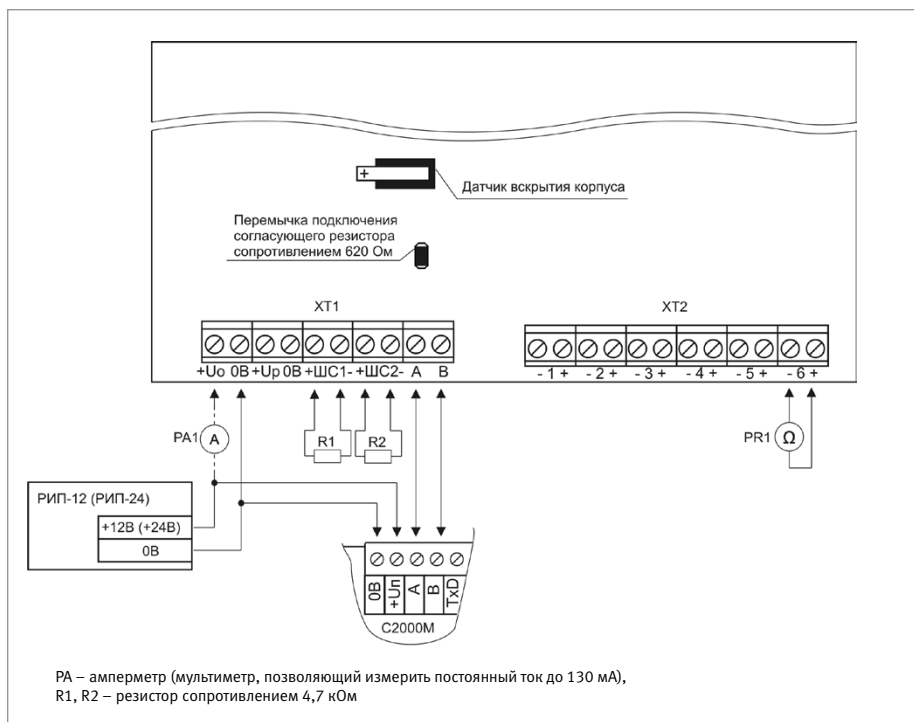

Рисунок 13. Схема подключения блока «С2000-КПБ» при проверке
2. Схема подключения блока «С2000-КПБ» при проверке приведена на Рисунок 13.